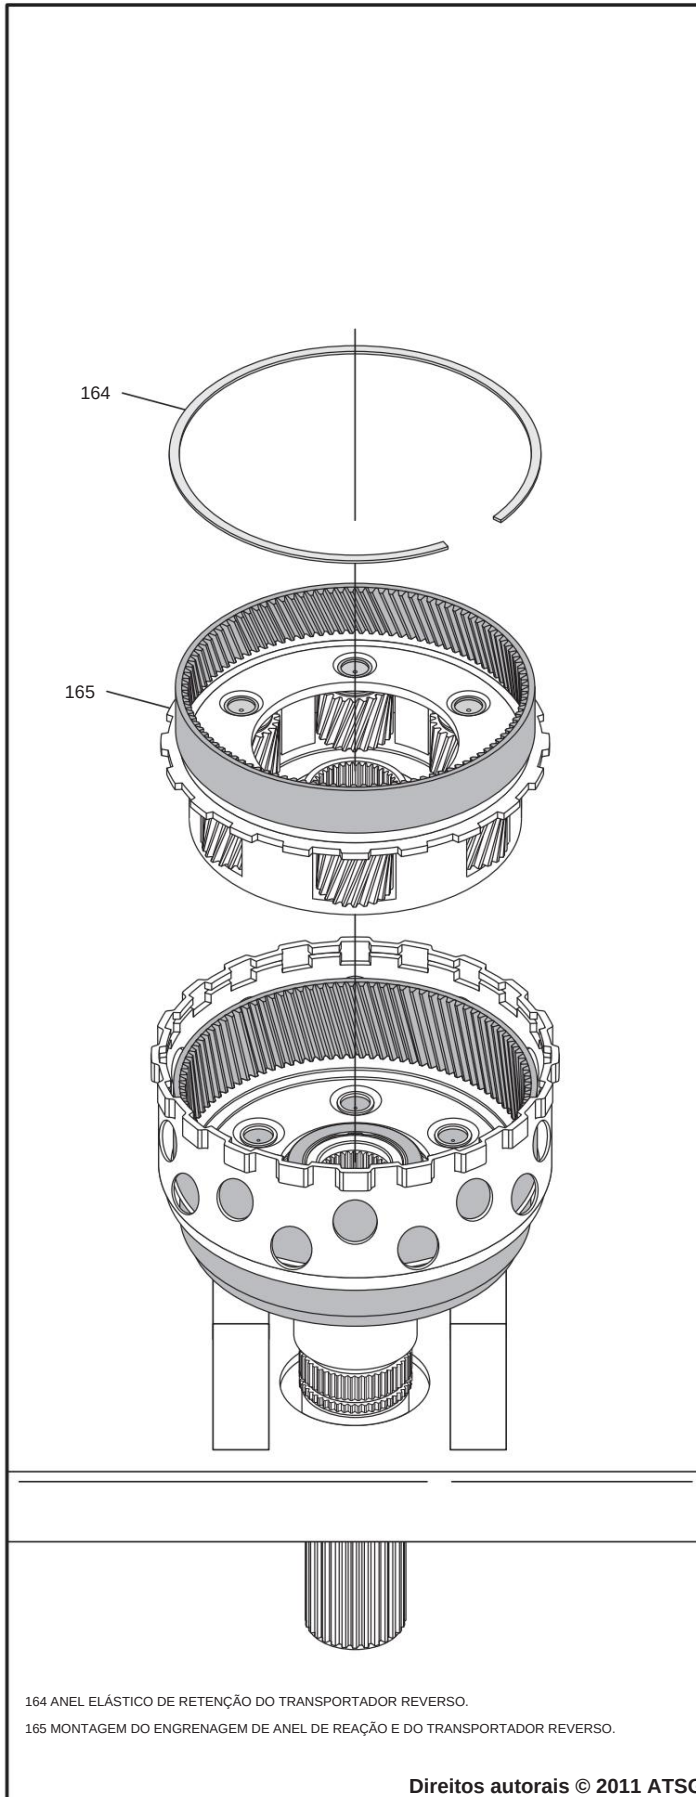

Figura 90
12. Instale a engrenagem planetária reversa/de reação, conforme mostrado na Figura 90, e gire para a posição.
13. Instale o anel elástico de retenção na ranhura da engrenagem do anel de entrada, conforme mostrado na Figura 90, e certifique-se de que ele esteja totalmente encaixado.